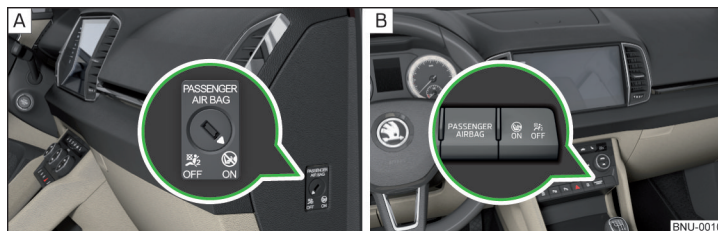

Abb. 23 Schlüsselschalter für Beifahrer-Frontairbag / Kontrollleuchte für Beifahrer-Frontairbag
Der Beifahrer-Frontairbag kann mit dem Schlüsselschalter abgeschaltet werden » Abb. 23 auf Seite 28 - [A].
Stellungen des Schlüsselschalters » Abb. 23 - [A]
**OFF** Der Beifahrer-Frontairbag ist abgeschaltet - nach dem Einschalten der Zündung leuchtet die Kontrollleuchte **OFF**  » Abb. 23 - [B]